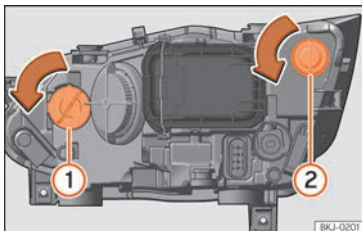

Abb. 104 Im Motorraum: Glühlampe Blinker (1) und Glühlampe DRL-Licht (Tagfahrlicht) (2).
- Drehen Sie den Lampenträger » **Abb. 104** (1) oder (2) nach links und ziehen Sie.